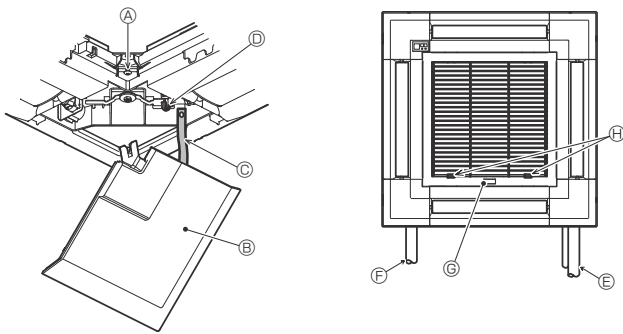

Fig. 9-11
9.5. Πώς τοποθετούνται οι γρίλιες εισαγωγής αέρα (Fig. 9-11)